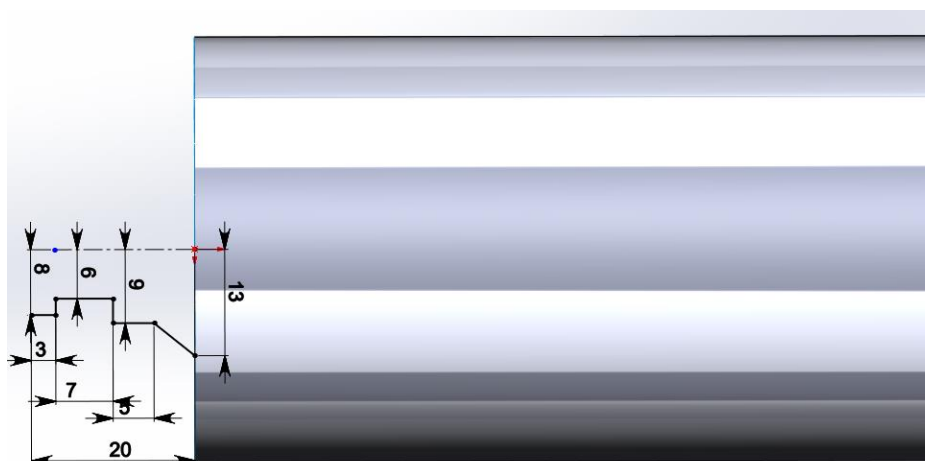

Рис. 10. Построение эскиза
12. Выбираем вид **Сверху** и строим эскиз, как показано на рис. 10.